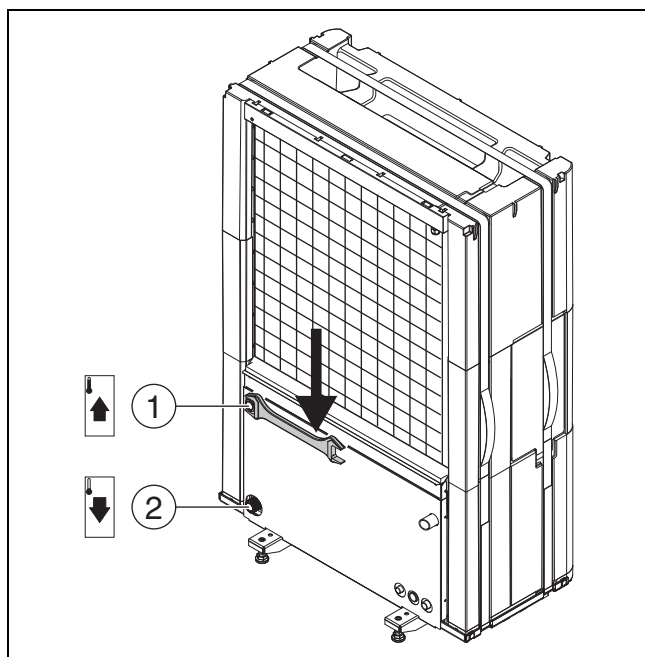

Рис. 18 Подключение труб теплоносителя, одинаковое у всех типоразмеров
- ▶ Подключите подающую линию к внутреннему блоку на выходе теплоносителя теплового насоса (→ [1], рис. 18).
- ▶ Подключите обратную линию от внутреннего блока на входе теплоносителя теплового насоса (→ [2], рис. 18).
- ▶ Затягивайте соединения труб теплоносителя с моментом 120 Нм. Направляйте усилие вниз (→ рис. 18), чтобы предотвратить боковые нагрузки на конденсатор. Если уплотнение соединения не герметично, то его можно подтянуть с моментом затяжки до 150 Нм. Если соединение по-прежнему негерметично, это указывает на повреждение уплотнения или подсоединенной трубы.